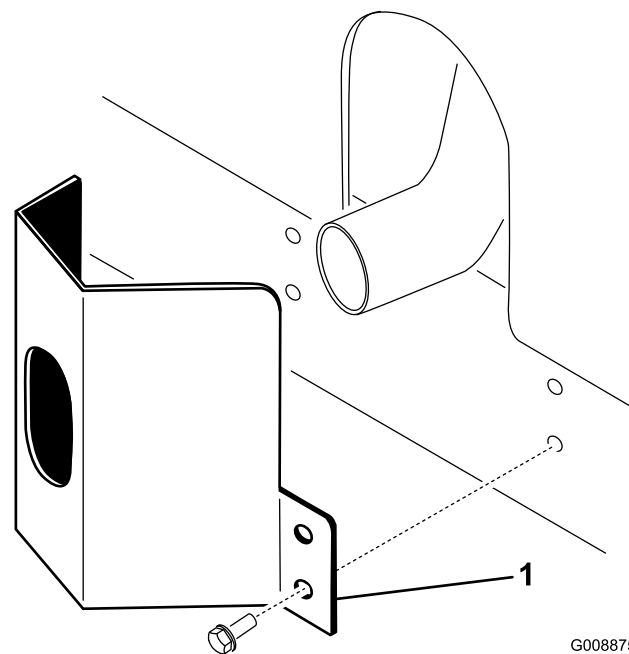

図 11
2. タップねじ本で固定する図 11。
- フレームについている取り付け穴に合わせてマフラー部にガードを取り付ける図 11。